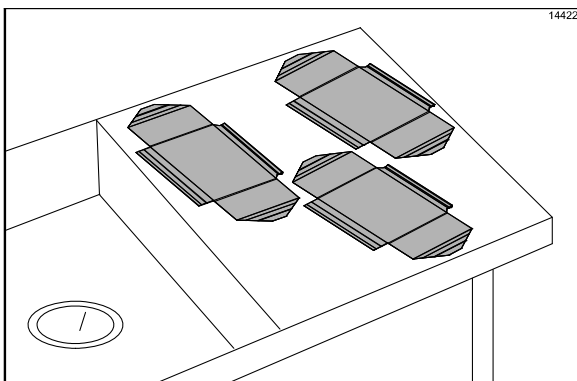

Figure 83
9. Mettre les feuilles de protection de côté sur une surface plate et propre, jusqu'à ce que le reste du nettoyage soit effectué. **Ne pas** les plier, les plisser ou les poser sur des objets tranchants (Cf. Figure 83).